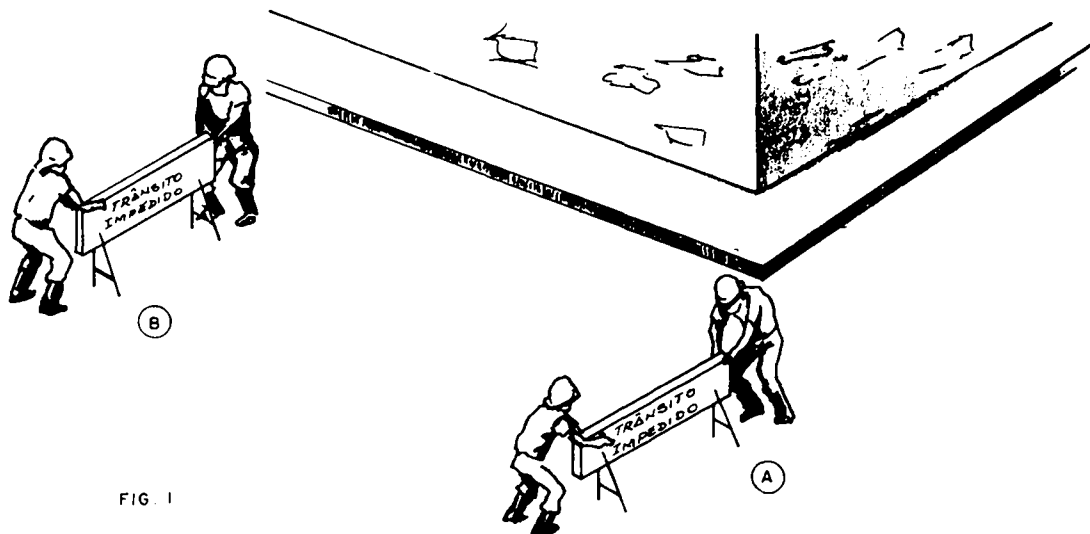

FIG. 1
1.º Passo – Colocar cavalete de trânsito (Fig. 1).